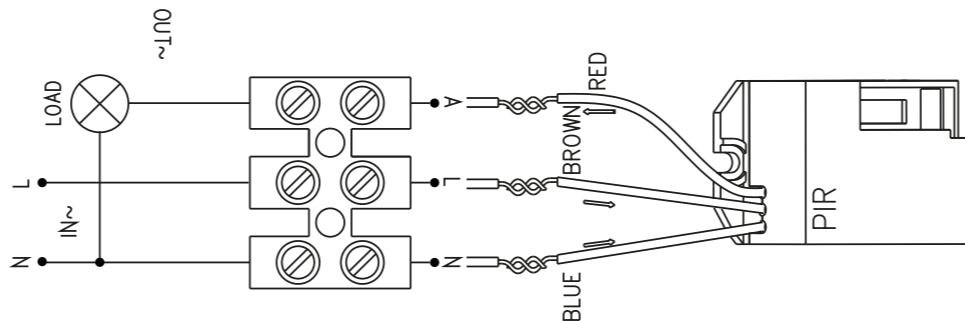

Рис.3
- Подключите провода от нагрузки и датчика (рис. 3).